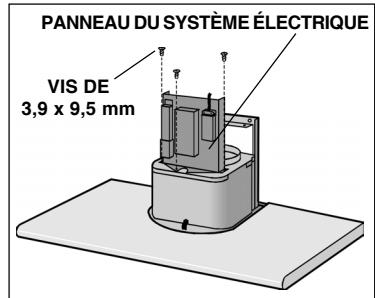

FIG. 12
5. Fixez le panneau du système électrique à la hotte au moyen de trois (3) vis de montage 3.9x9.5mm (fig. 12).